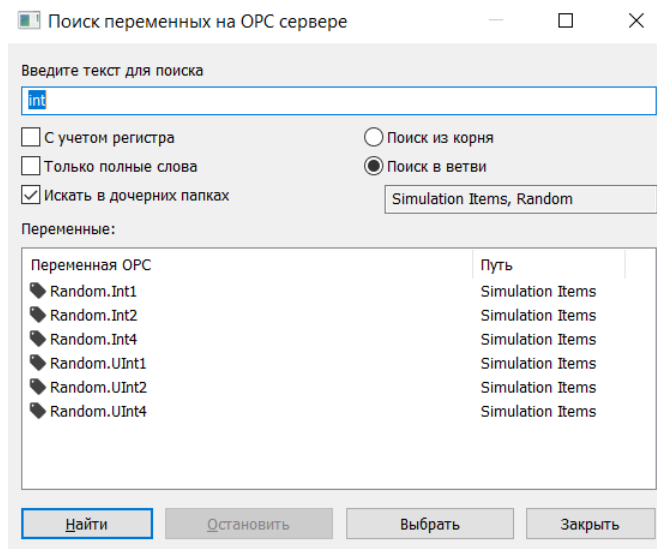

Рис. 37. МДП «Поиск переменных на OPCDA сервере»
- Выберите в дереве элементов ветвь, в которой предполагается наличие искомых элементов, и нажмите кнопку «Поиск» ниже или комбинацию клавиш «Ctrl + F». На экране появится . МДП «Поиск переменных на OPCDA сервере», показанная на Рис. 37.